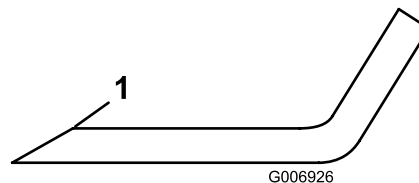

Figura 102
5. Inspeccione los filos de todas las cuchillas. Afílelos si están romos o tienen mellas. Afíle únicamente la parte superior del filo y mantenga el ángulo de corte original para asegurar un afilado correcto (Figura 102).
6. Si está romo o tiene desperfectos, afíle únicamente el filo superior y mantenga el ángulo de corte original (Figura 102).